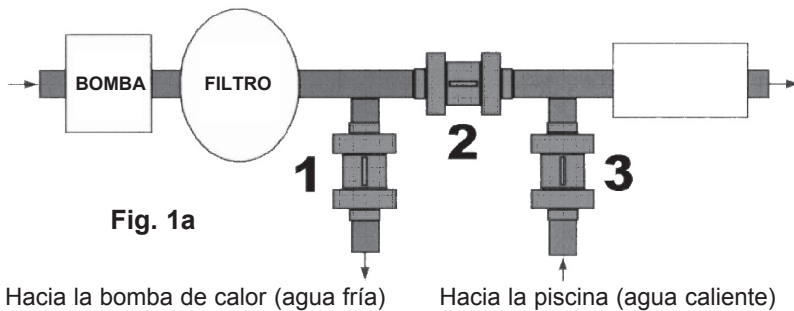

Fig. 1a
- Abrir las válvulas n°1, n°2 y n°3 al máximo (Fig.1a).
- Si fuera necesario, afinar el caudal con la válvula n°3 (Fig.1a)
Aislar la bomba del circuito hidráulico de la piscina cerrando las válvulas **nº1 y nº3 (fig. 1a)** y abriendo al máximo la válvula **nº2 (fig. 1a)**